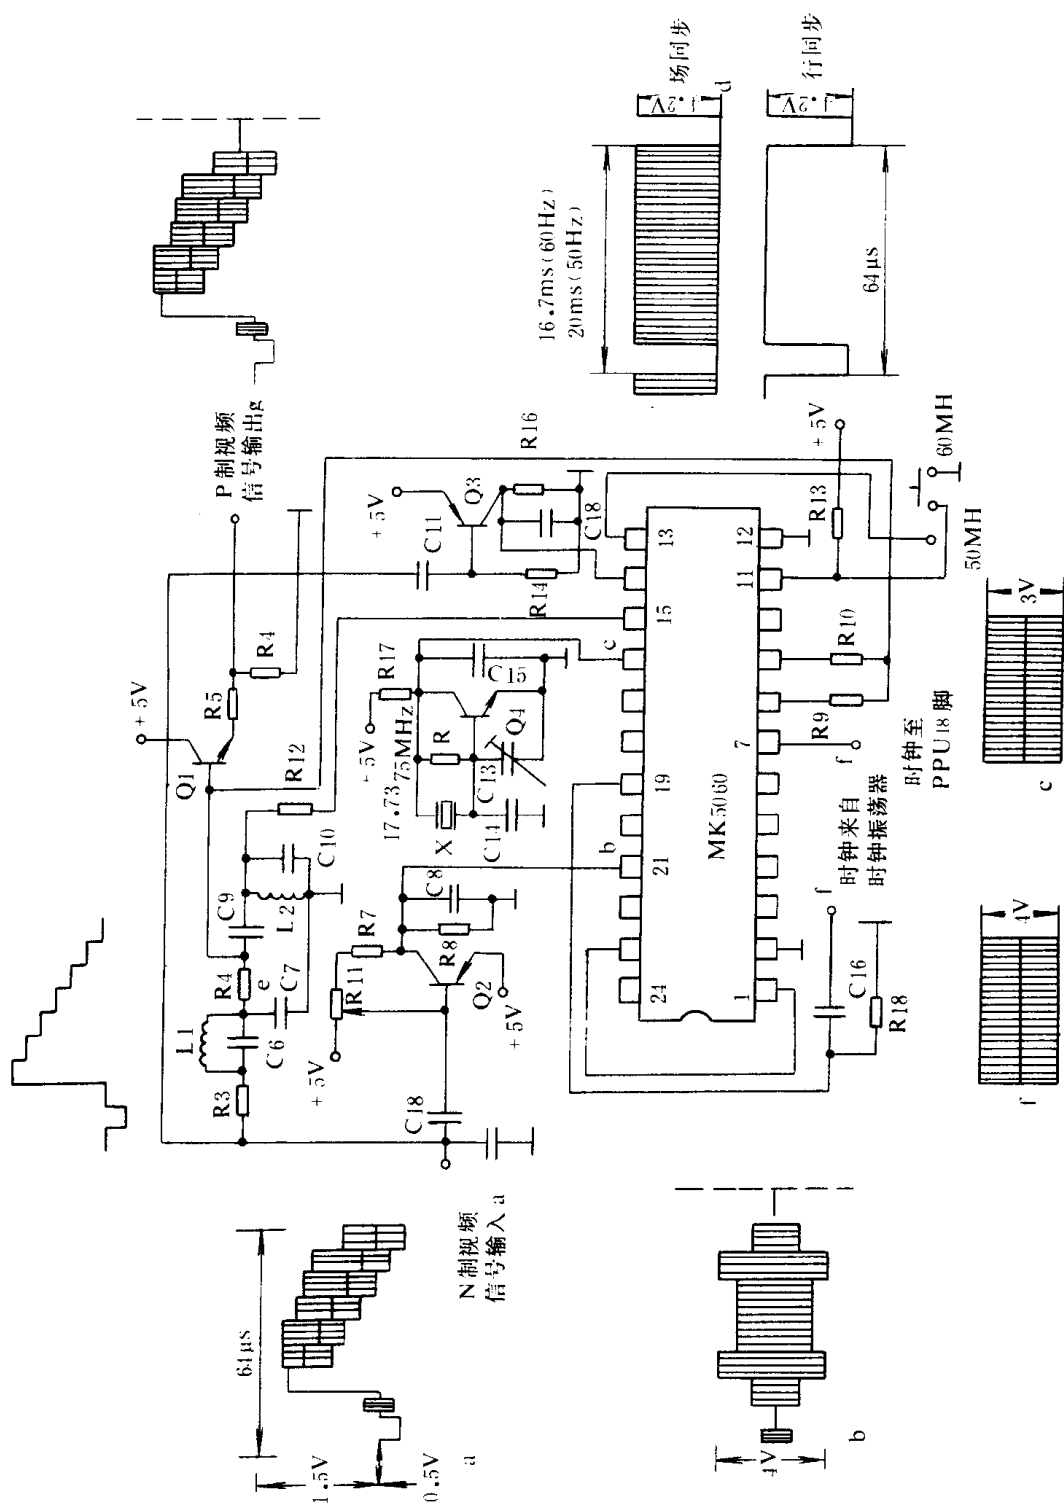

图 3.7.1 任天堂红白机 HVC-001 机制式转换电路
任天堂红白机 HVC-001 制式转换电路如图 3.7.1 所示。HVC-001 型游戏机所用 PPU 芯片为 UA6528,其时钟频率为 21.251645MHz,为 NTSC 制式副载波频率的 6 倍,所以 PPU 输出的视频信号为 NTSC 制,即行频为 15750Hz,场频为 60Hz,色副载波频率为 3.579MHz。当它输入我国 PAL-D 制式的电视接收机时会出现问题。图 3.7.1 制式转换电路就是为了解决这个问题而专门设置的。
HVC-001 型游戏机中的图象处理器 PPU 芯片 UA6528 的管脚①输出视频信号见图 3.4.1,经射极跟随器输入到图 3.7.1 所示的制式转换电路,完成 NTSC 到 PAL-D 制式的转换后,再由制式转换电路把 PAL-D 制式的视频信号送往射频调制电路。
图 3.7.1 上方左端为 NTSC 制式的视频信号 a,周期为 64μs,分三路进入制式转换电路。第一路经小电容 C18 进入,仅让 3.579MHz 的副载波调制的色度信号通过,经 Q2 放大之后,进入制式转换芯片 MK5060 的管脚②。在 MK5060 内部,3.579MHz 的 NTSC 制式色度信号解码后,又重新编码为 4.433MHz 的 PAL-D 制色度信号。该变换的晶振电路由 MK5060 的外电路 Q4 组成,它能输出 17.7375MHz 的高频振荡波,作为变换所需的本地副载波信号,此副载波频率恰为 3.579MHz 的 5 倍,为 4.433MHz 的 4 倍。4.433MHz 的 PAL-D 制式色度信号由 MK5060 的管脚③输出,经 R12、L2 和 C10 组成的谐振电路,进入 Q1 的基极。
前面讲过,21.251465MHz 的石英晶振电路向中央处理器 CPU 提供所需的时钟脉冲。在此同时,在图 3.7.1 的左下方,此时钟又经 C16 进入制式转换电路 MK5060 的管脚⑮,经 MK5060 处理后,又从它的管脚⑦送往图象处理器 PPU 的管脚⑱,作为 PPU 的时钟信号。在图 3.7.1 的右下方,当 MK5060 的管脚⑩接地时,即场频转换开关置 60Hz 时,该时钟信号没有发生任何变化,PPU 管脚⑲还是输出场频为 60Hz 的 NTSC 制式的视频信号。此信号经制式转换电路处理之后,成为场频为 60Hz 的 PAL 制视频信号。但是当这种信号送往我国的 PAL-D 制式的彩电接收机时,会出现图象有色而场不同步的现象。如果当 MK5060 的管脚⑩接高电平 +5V 时,那么送往 PPU 的时钟信号相位发生变化,此时,PPU 的管脚⑲输出的视频信号其场频为 50Hz,经 MK5060 芯片转换后,就可输出符合 PAL-D 制式的场频为 50Hz 的视频信号。